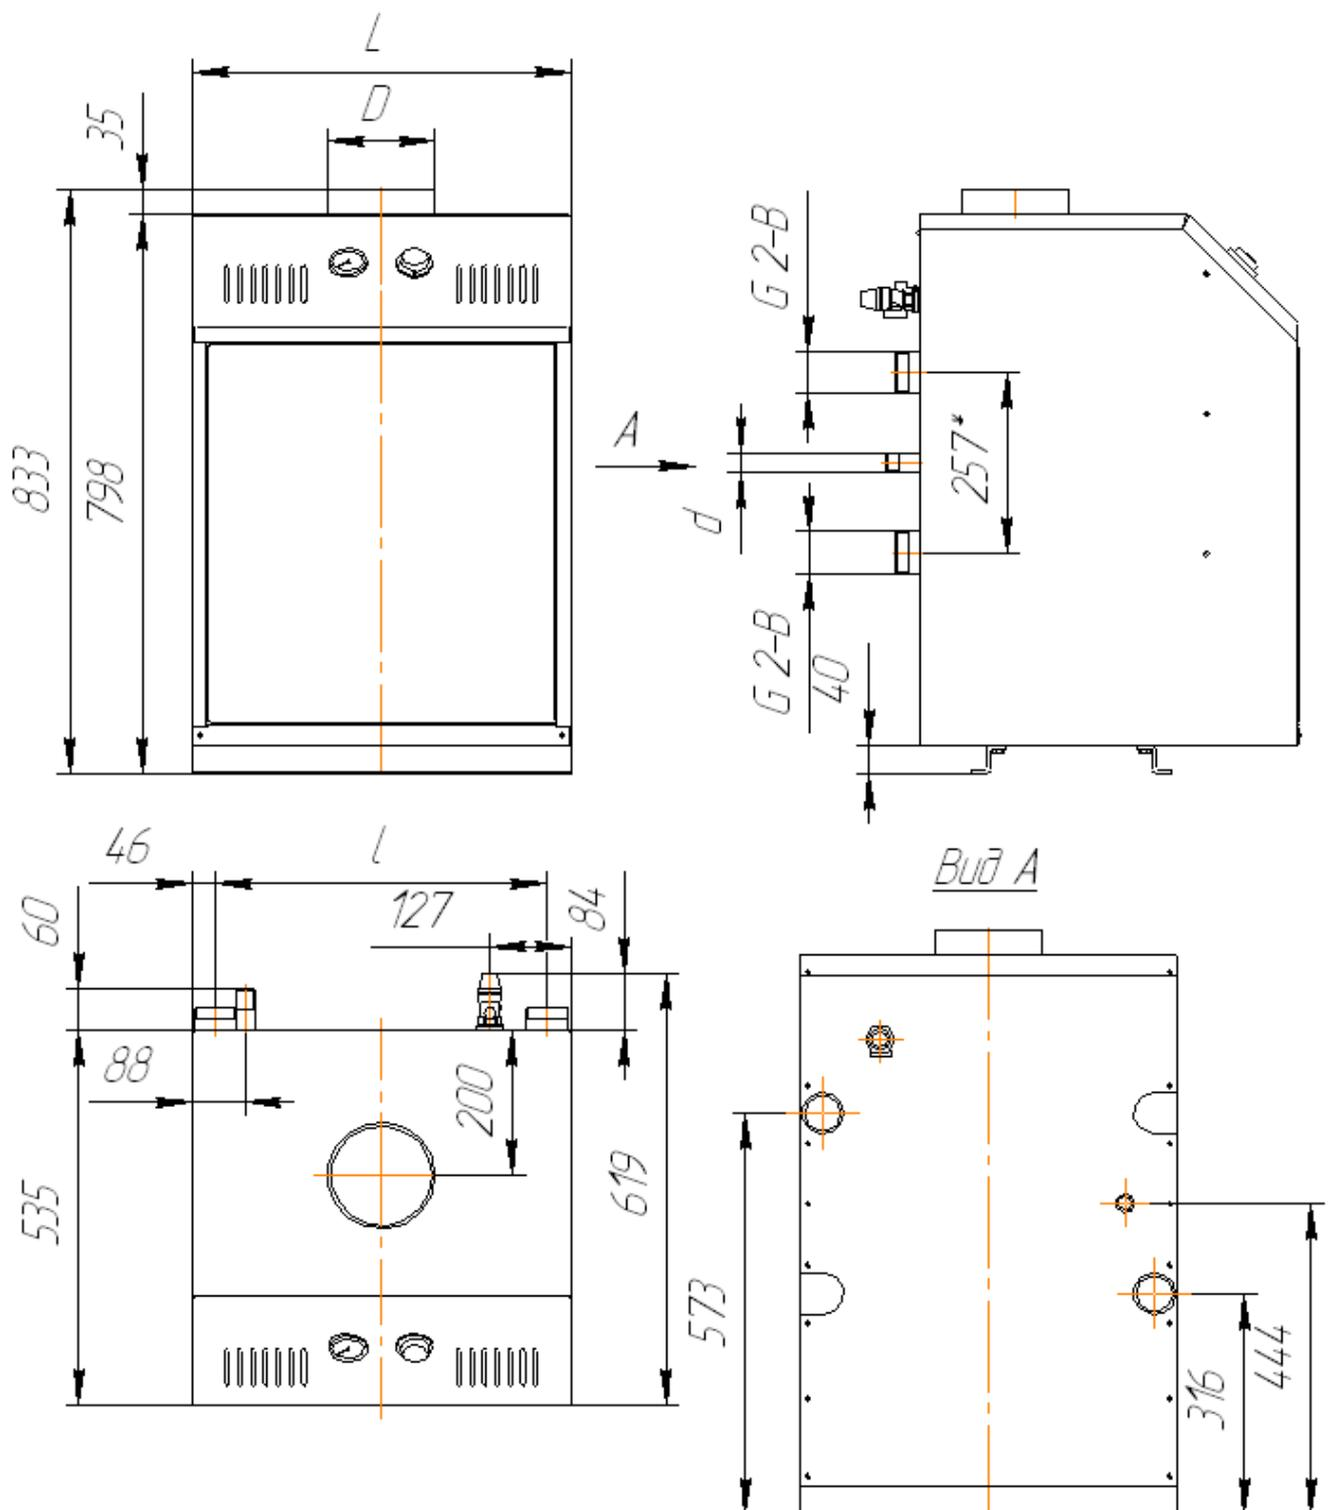
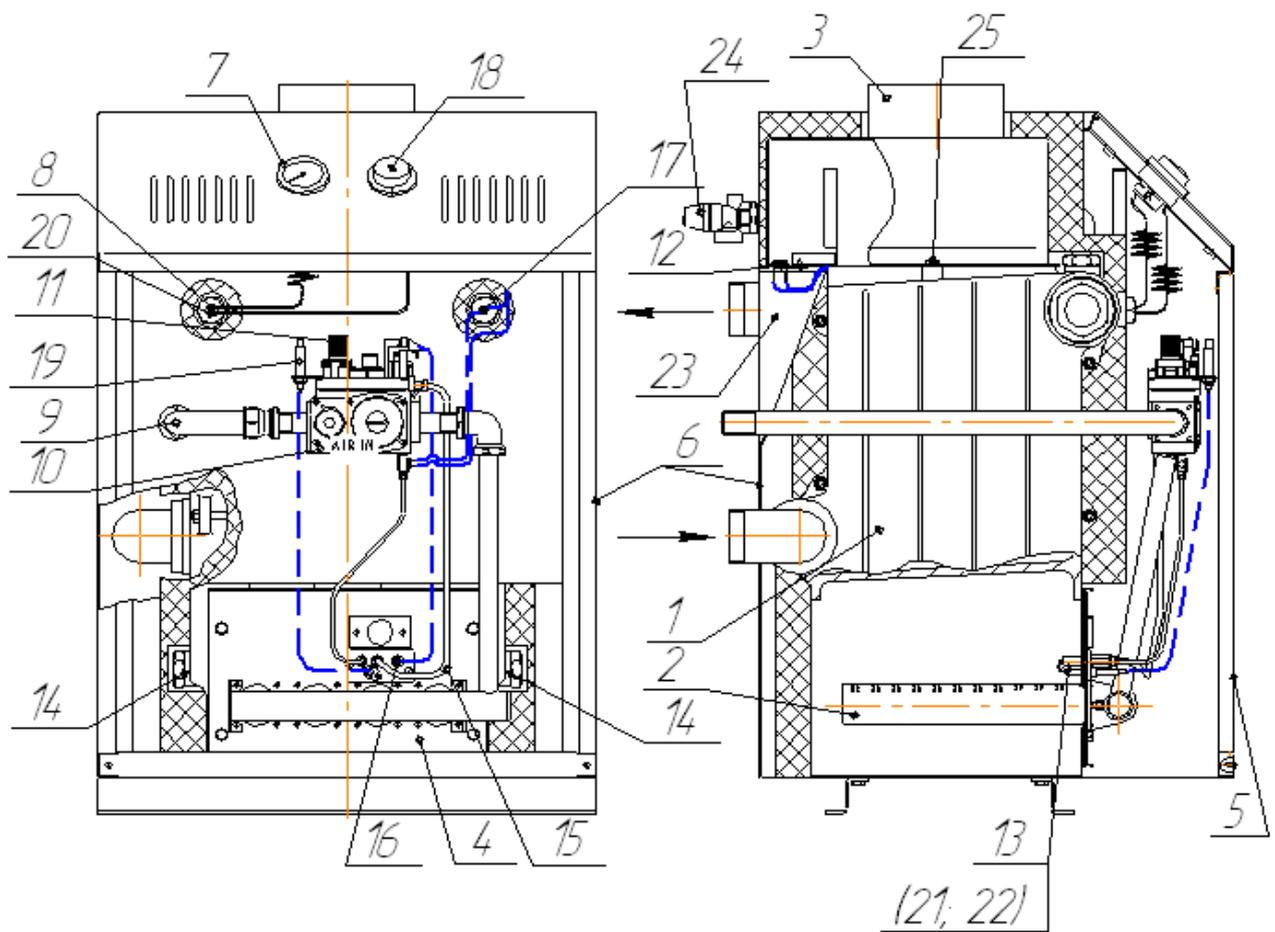

Рис. 1. Габаритные и присоединительные размеры.
Рис. 2. Конструкция котла.
Габаритные размеры, мм	По рис. 1
Остальное	По рис. 1
Конструкция котла представлена на рис. 2.
4.1 Котлы **КОВ – 30; - 37,5; - 45; - 63** изготавливаются в 4 различных вариантах сборки, отличающихся между собой расположением входных и выходных патрубков теплообменника. Варианты подсоединения котла к отопительной системе представлены на рис. 1а.
4.2 Конструкция котла представлена на рис. 2. Котел рис. 2 состоит из следующих основных узлов и деталей: чугунного теплообменника поз.1, листа фронтального поз. 4 с закрепленными на нем трубами горелки поз. 2, газоотвода поз.3, дверки поз. 5, облицовки (кожуха) поз. 6, указателя температуры воды поз. 7 с датчиком поз.8, газоподводящей трубки поз.9. При превышении избыточного давления воды в теплообменнике значения 4 кг/см² срабатывает предохранительный клапан поз. 24, сбрасывая воду в канализацию до уменьшения давления в теплообменнике.
Автоматика котла состоит из комбинированного газового клапана поз. 10, регулируемого термостата поз. 18 с датчиком поз. 20, предельного термостата с датчиком тяги поз. 17, датчика тяги поз. 12, блока запальной горелки поз. 13, установленного на фронтальном листе поз. 4. Блок пилотной горелки, рис. 2а, включает в себя запальную горелку, термопару поз. 21, милливольтный
Рис. 1а Возможные варианты подсоединения котла к отопительной системе
Рис. 2а Схема расположения горелки запальной относительно основной
5.7 Перед началом монтажа необходимо провести расконсервацию котла, проверить правильность его сборки в соответствии с рис. 1 и рис. 2А, и убедиться в надежном и полном закреплении всех деталей и сборочных единиц.
6.2.1 Откройте дверцу 5 (см. рис. 2).